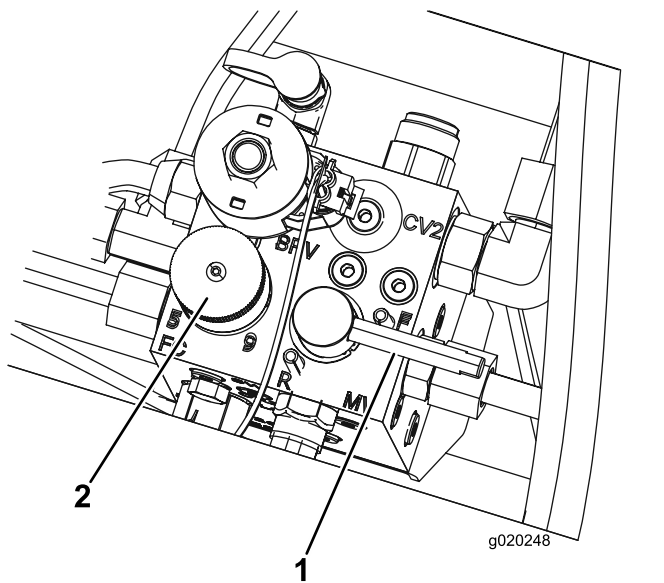

图 81
5. 将滚刀速度控制杆设置为位置 1 图 81。
6. 将倒磨控制杆移至 R 倒磨位置 图 81。